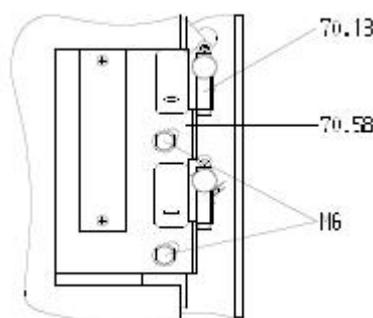

Figura 17: Manípulas
- Bloquear as manípulas de abertura (Figura 17, item 70.13):
- Empurrar a placa (Figura 17, item 70.58) para cima e para a direita.
7. Empurrar a placa (Figura 17, item 70.58) para baixo.
9. Bloquear a manípula de abertura (Figura 17, item 70.13)
- a. Empurrar a placa (Figura 17, item 70.58) para cima.